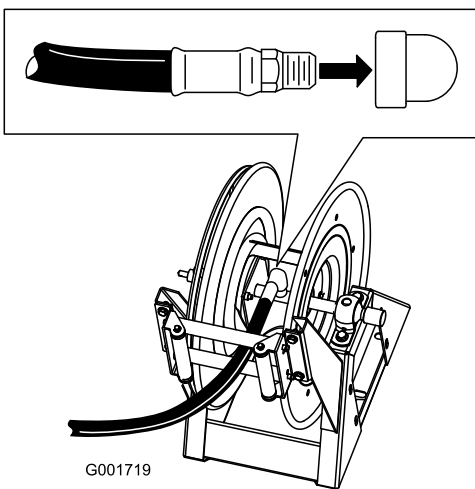

Рисунок 15
1. Оберните тефлоновой лентой резьбовые соединения штуцера длинного шланга и вставьте штуцер в соединительную трубку на барабане (**Рисунок 15**).